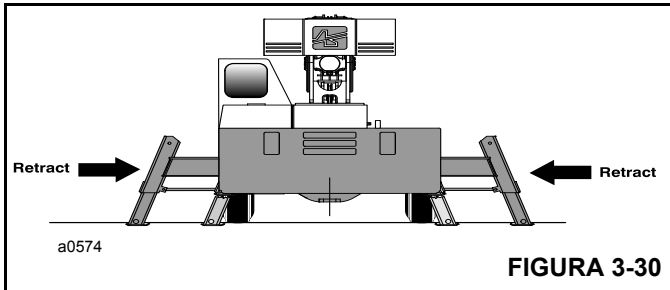

FIGURA 3-30
3. Pressione a parte inferior da chave de extensão/retração (2).
4. Pressione o pedal do acelerador para aumentar a rotação do motor, o que fará os estabilizadores se retraírem mais rapidamente (Figura 3-30). Quando os estabilizadores estiverem totalmente retraídos, solte o pedal acelerador e a chave.